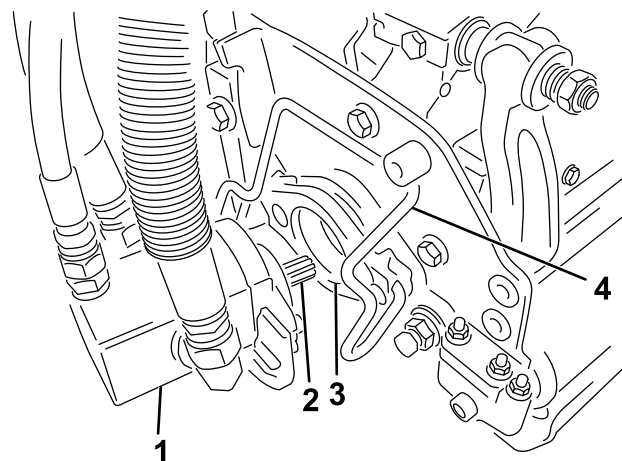

Figura 44
- 5. Spalmate del grasso pulito sull'albero scanalato del motore dell'apparato di taglio (Figura 44).
- 6. Inserite il motore nel lato sinistro dell'apparato di taglio (come mostrato dalla posizione dell'operatore) e tirate la barra di fissaggio del motore sull'apparato di taglio verso il motore stesso fino a udire chiaramente uno scatto da ambo i lati del motore (Figura 44).